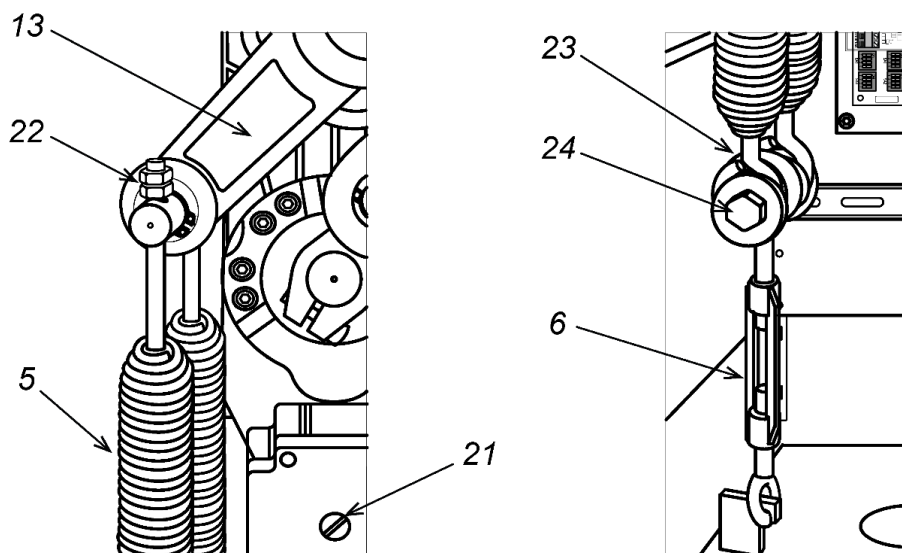

Рисунок 13. Установка балансировочных пружин
Опорная стойка **PERCo-GBS1** состоит из стойки прямоугольного сечения с опорным фланцем и ловителя стрелы (см. рис. 13).
1. Выполните в установочной поверхности отверстия в соответствии с разметкой (рис. 13). Ось опорной стойки должна совпадать с продольной осью стрелы шлагбаума (обращаем внимание, не с осью стойки шлагбаума!, см. рис. 7). Размер отверстий на схеме указан для анкеров типа PFG IH10 («SORMAT»), при использовании других типов анкеров необходимо выполнять отверстия соответствующих им диаметра и глубины.